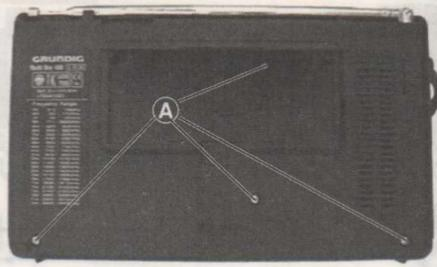

Fig.1
- 4 Schrauben (A) (Fig.1) heraus-schrauben.
- Undo 4 screws (A) (Fig.1).